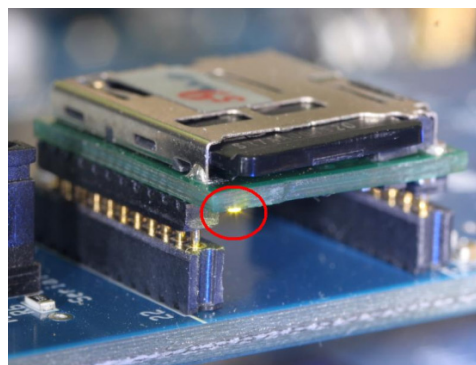

図 7.1 LED の実装位置
- “CONFIG.TXT”で#P : C9 = 1 を指定することにより、本モジュールの裏面に実装された LED(図 7.1 参照)の点滅により、モジュールのバージョン情報を表示させることができます。